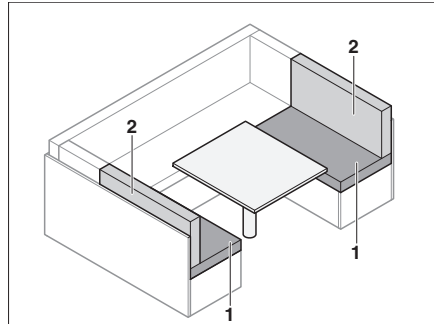

Fig. 75 Avant la transformation
- Retirer les coussins de dossier (Fig. 75,2).